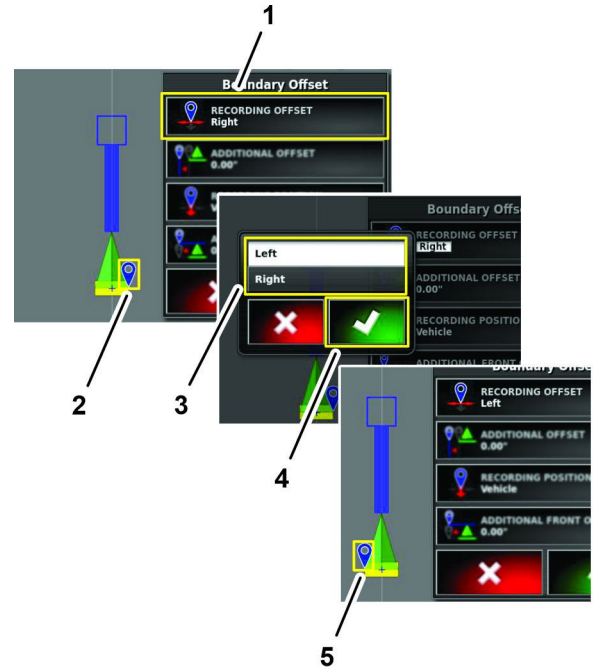

図 198
1. 記録用オフセットアイコンを押す 図 198。
2. ダイアログボックスの中で、左側アイコンまたは右側アイコンを押し、承認アイコンを押す 図 198。